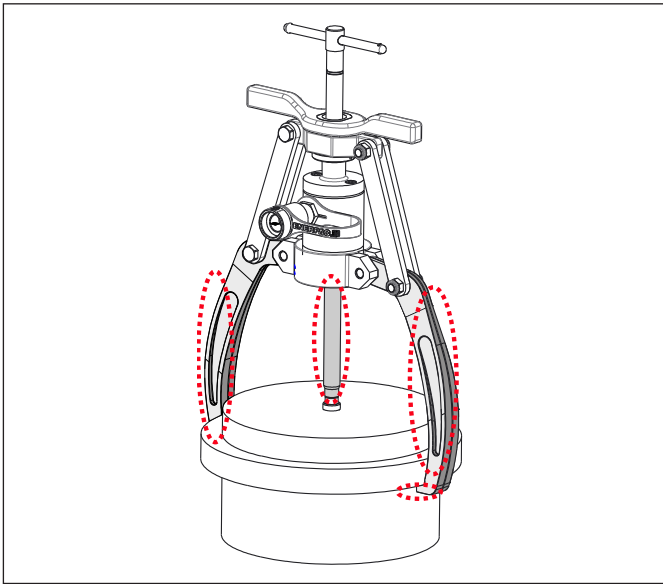

Abbildung 5, Auf Deformationen kontrollieren
- Achten Sie während des Betriebs des Abziehers auf eine mögliche Deformation der Abzugarme oder der Spindel. Siehe Abbildung 5. Sollte eine Deformation erkennbar sein, stoppen Sie die Pumpe unverzüglich.